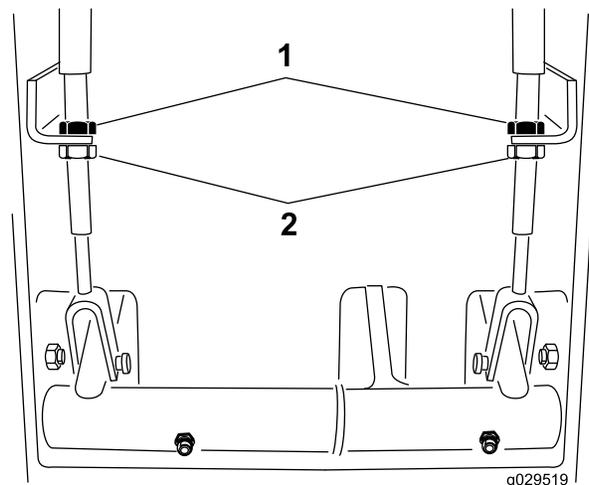

Figura 63
2. Para reducir la holgura de los pedales de freno, apriete los frenos aflojando las contratuercas delanteras del extremo roscado del cable de freno (Figura 63).